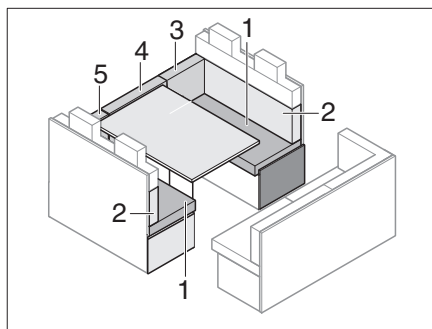

Fig. 199 Prima della trasformazione
- Rimuovere i cuscini dello schienale (Fig. 199,3,4 e 5) e riporli di lato.